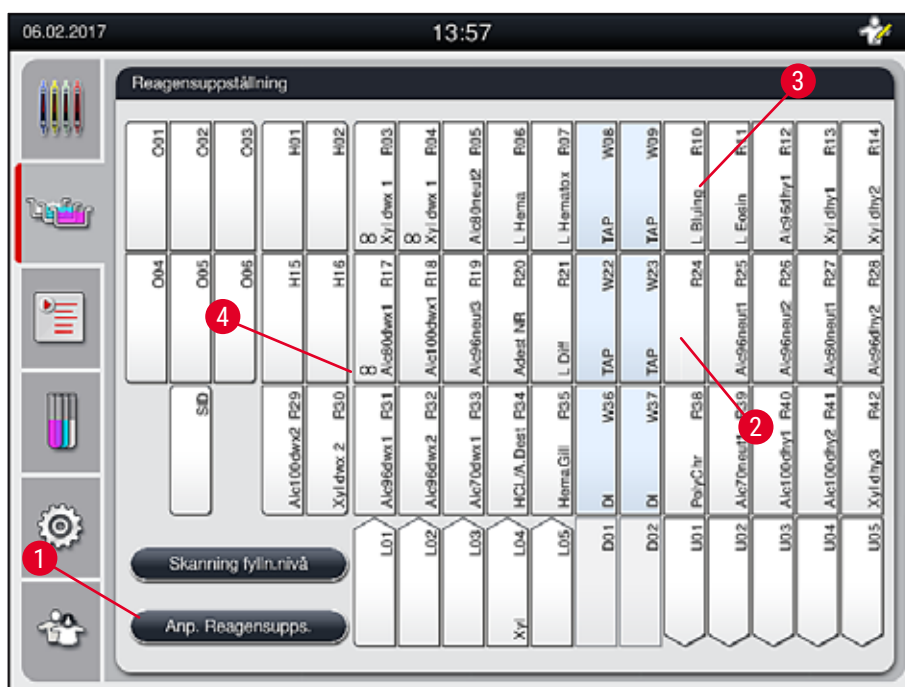

Bild 60
- I reagensuppställningsvyn (→ "Bild 60"), trycker du på knappen **Anp. Reagensupps.** (→ "Bild 60-1").
1. För att flytta reagensstationer markerar du dem en och en i reagensuppställningen (→ "Bild 60") genom att trycka på skärmen och sedan trycka lätt på en ledig position i urklippsfönstret (→ "Bild 63-1").